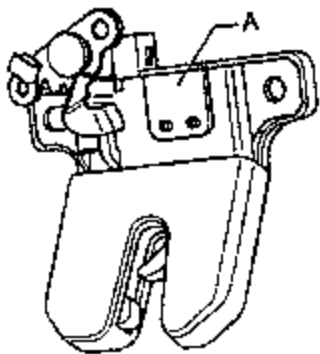

图 11-98 拆卸开关塑料保护罩
(1) 行李箱照明灯的拆卸
- ① 如图 11-98 所示。拆下开关的塑料保护罩 A。